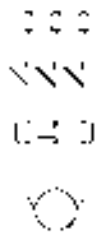

图 17.10.18 修剪直线（二）
(9) 用 **修改** (M) → **修剪** (T) 命令完成对直线的修剪，完成后的图形如图 17.10.18 所示。